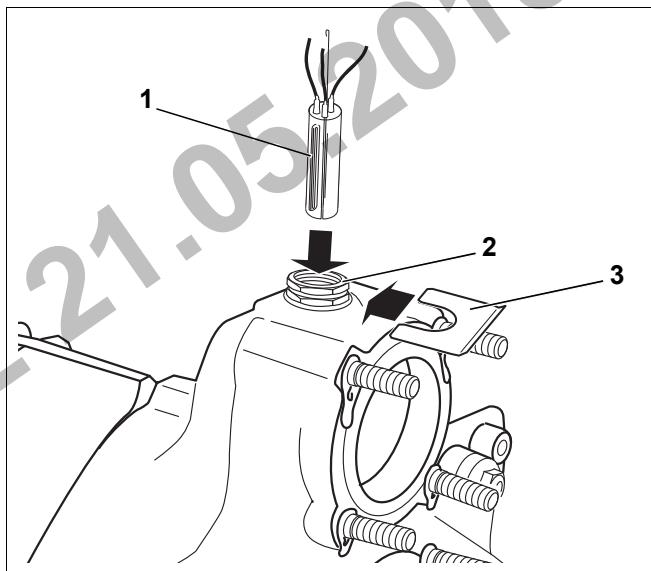

Рис. 45 Установка датчиков
Установите комплект датчиков, подключенных к системе управления (три датчика, одна заглушка рис. 45, [1]) в погружную гильзу R ¾".
- ▶ Проложите капиллярные трубы с датчиками к месту измерения на котле, там вставьте датчики в погружную гильзу (рис. 45, [2]) и закрепите фиксатором (рис. 45, [3]).